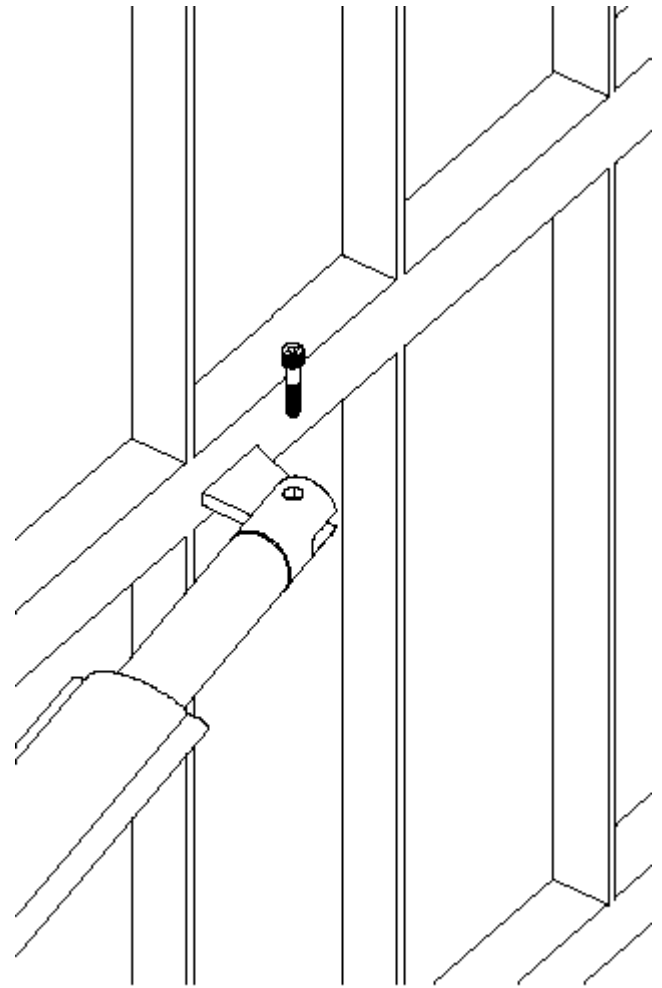

Fig. 10
3. tighten the small bracket to the actuator arm using the screw provided (similar to the description in Fig. 10) and rest the small bracket against the gate when it is **completely shut** to see where it has to be welded. Before going on to the next phase please carry out the following test:
3. Atornillar la brida pequeña al brazo del operador con el tornillo en equipamiento (como se describe en la Fig.10) y colocar la brida pequeña en la verja, que debe estar **completamente cerrada**, a fin de determinar dónde se soldará. Antes de pasar a la fase sucesiva, hay que comprobar lo siguiente:
Tighten the screw as shown in Fig. 10
Apretar los tornillos según se indica en la Fig. 10